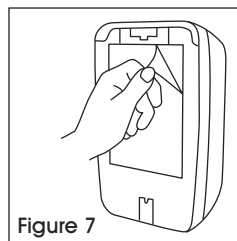

Figure 7
5. Décollez la pellicule du ruban adhésif, alignez les vis avec les boulons d'ancrage, et appuyez fermement en position. (Voir Figure 7)